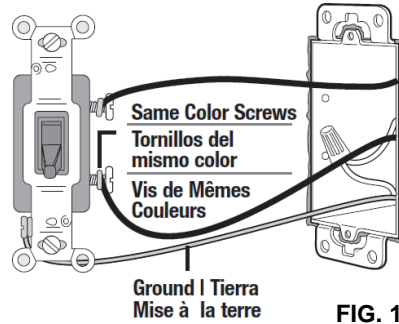
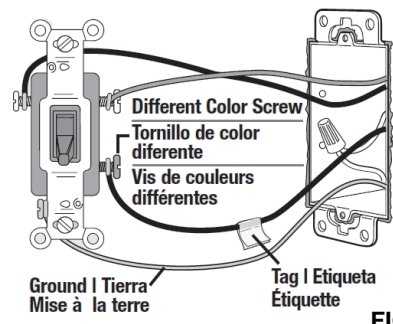

FIG. 1
FIG. 2
- Identify switch type. Single pole will have insulated wires connected to two screws of the same color plus a green ground screw (**FIG 1**); 3-way switch will have insulated wires connected to three screws plus a green ground screw. One of these wires is connected to a screw of a different color (not green) or labeled **COMMON**. Tag this wire to identify when removing (**FIG 2**).
- Identifier le type d'interrupteur. Dans le cas d'un appareil unipolaire, les fils isolés sont connectés à deux vis de la même couleur et à une vis de mise à la terre verte (FIG. 1); pour un interrupteur à 3 voies, les fils isolés sont connectés à trois vis et à une vis de mise à la terre verte. Un de ces fils se raccorde à une vis d'une couleur différente (pas verte) identifiée **COMMUN**. Lors du retrait de ce fil, l'étiqueter pour bien l'identifier (FIG. 2).
- Identificar el tipo de interruptor. Un polo tendrá cables aislados conectados a dos tornillos del mismo color, más un tornillo de tierra verde (FIG 1); El interruptor de 3 vías tendrá cables aislados conectados a tres tornillos más un tornillo de tierra verde. Uno de estos cables está conectado a un tornillo de un color diferente (no verde) o etiquetado como **COMUN**. Etiquetar este cable para identificarlo al retirarlo (FIG 2).